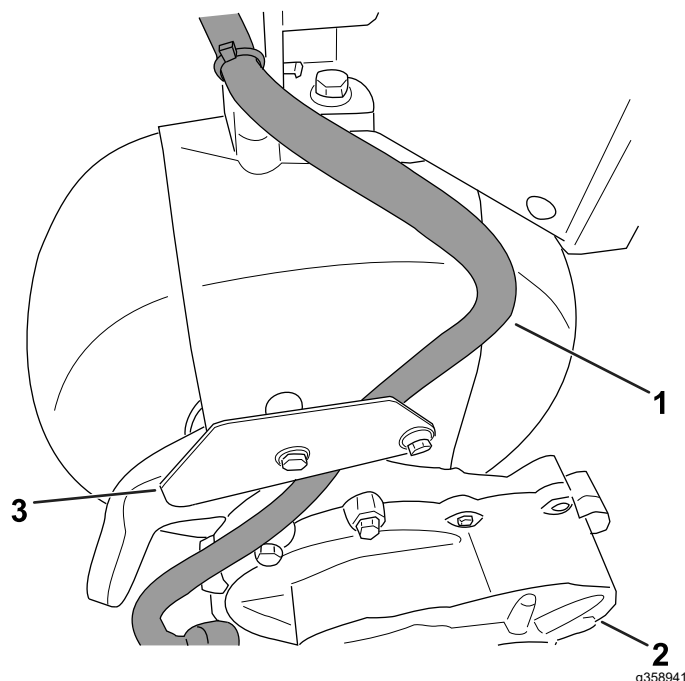

Рисунок 6
2. Проложите жгут проводов редуктора в сторону капота, как показано на Рисунок 6.